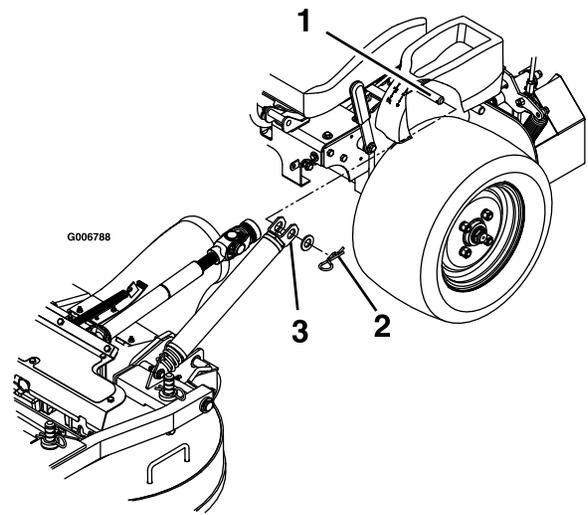

Figura 78
4. Rimuovete coppiglia e rondelle sopra la molla di sollevamento piatto su ogni lato della macchina (Figura 78).
10. Installate le molle sui perni di fissaggio molla sotto le console destra e sinistra e fissate con una rondella e la coppiglia (Figura 78).